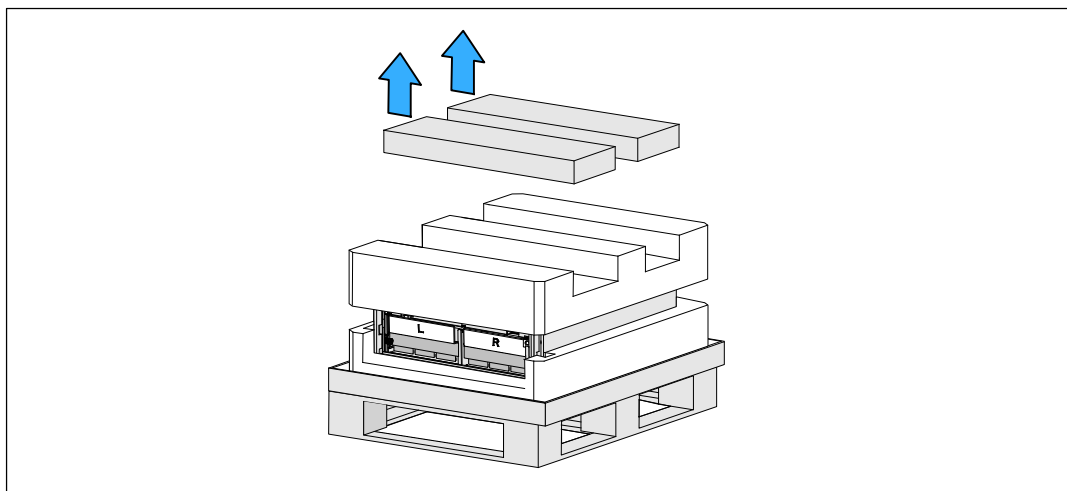

図 5. 付属ボックスの取り外し方
- 3 一番上の発泡スチロール部分の溝に組み込まれた2つの付属ボックスを取り外してください。付属ボックスを開けて、近くにある平らで安定した表面の上に置きます(図5を参照)。